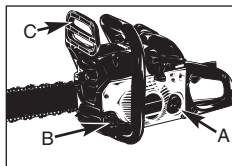

Abb. 8
1. Rellenar el depósito de combustible (A) con la mezcla de combustible adecuada (fig. 8).
2. Rellenar el depósito de aceite (B) con el aceite adecuado para rieles y cadenas (fig. 8).
3. Asegurarse de que el freno de cadena (C) esté desacoplado antes de poner en marcha el motor.